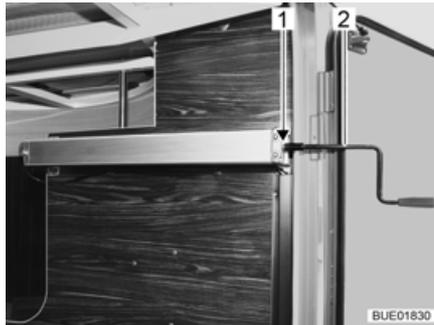

Bild 124 Kurbel in Heckgarage
- Kurbel (Bild 124,2) auf Zapfen (Bild 124,1) stecken.